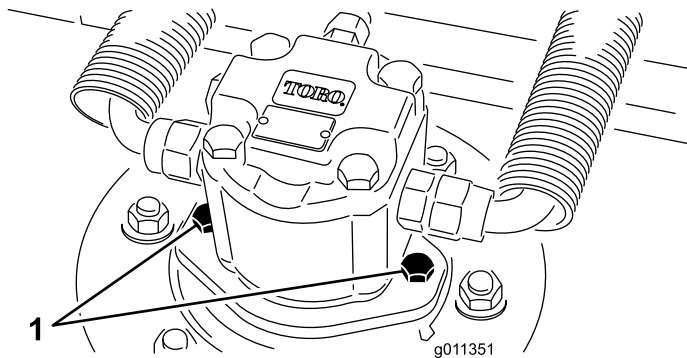

図 61
2. デッキから油圧モータを外す 図 61。異物がつかないように、スピンドル上部にはカバーを掛けておく。
4. デッキに油圧モータを取り付ける 図 61。Oリングを忘れずに、また、損傷させないように注意して取り付ける。